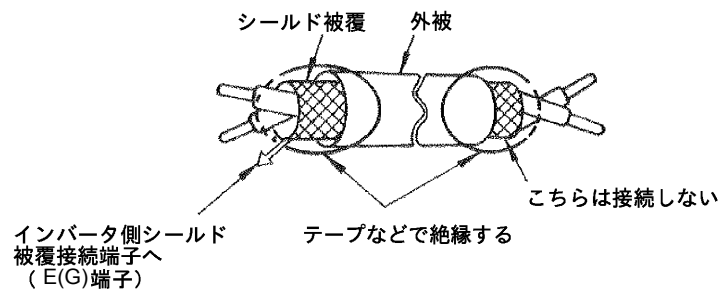

図 2.23 ツイストシールド線の端末処理
- ノイズによる誤動作を防止するため、制御回路配線にはツイストシールド線及びツイストペアシールド線を使用してください。その端末は図 2.23 のように処理してください。配線の長さは、50 m 以下にしてください。
- シールド線は E(G) 端子に接続してください。
- ・ PG と接続するときは、シールド線を使用します。ノイズによる誤動作を防止するため、シールド線の末端を処理してください。また配線の長さは 100 m 以下にしてください。シールド線の末端処理は、図 2.23 を参照してください。